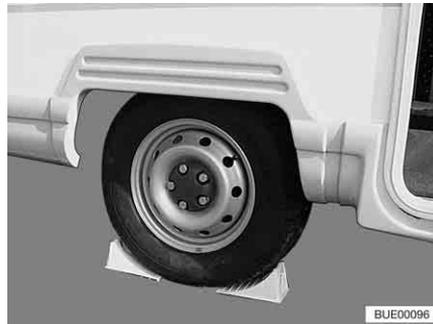

Fig. 283 Asegurar el vehículo
- Colocar las cuñas de calzo u objetos similares adecuados debajo de la rueda opuesta para asegurar el vehículo (Fig. 283).